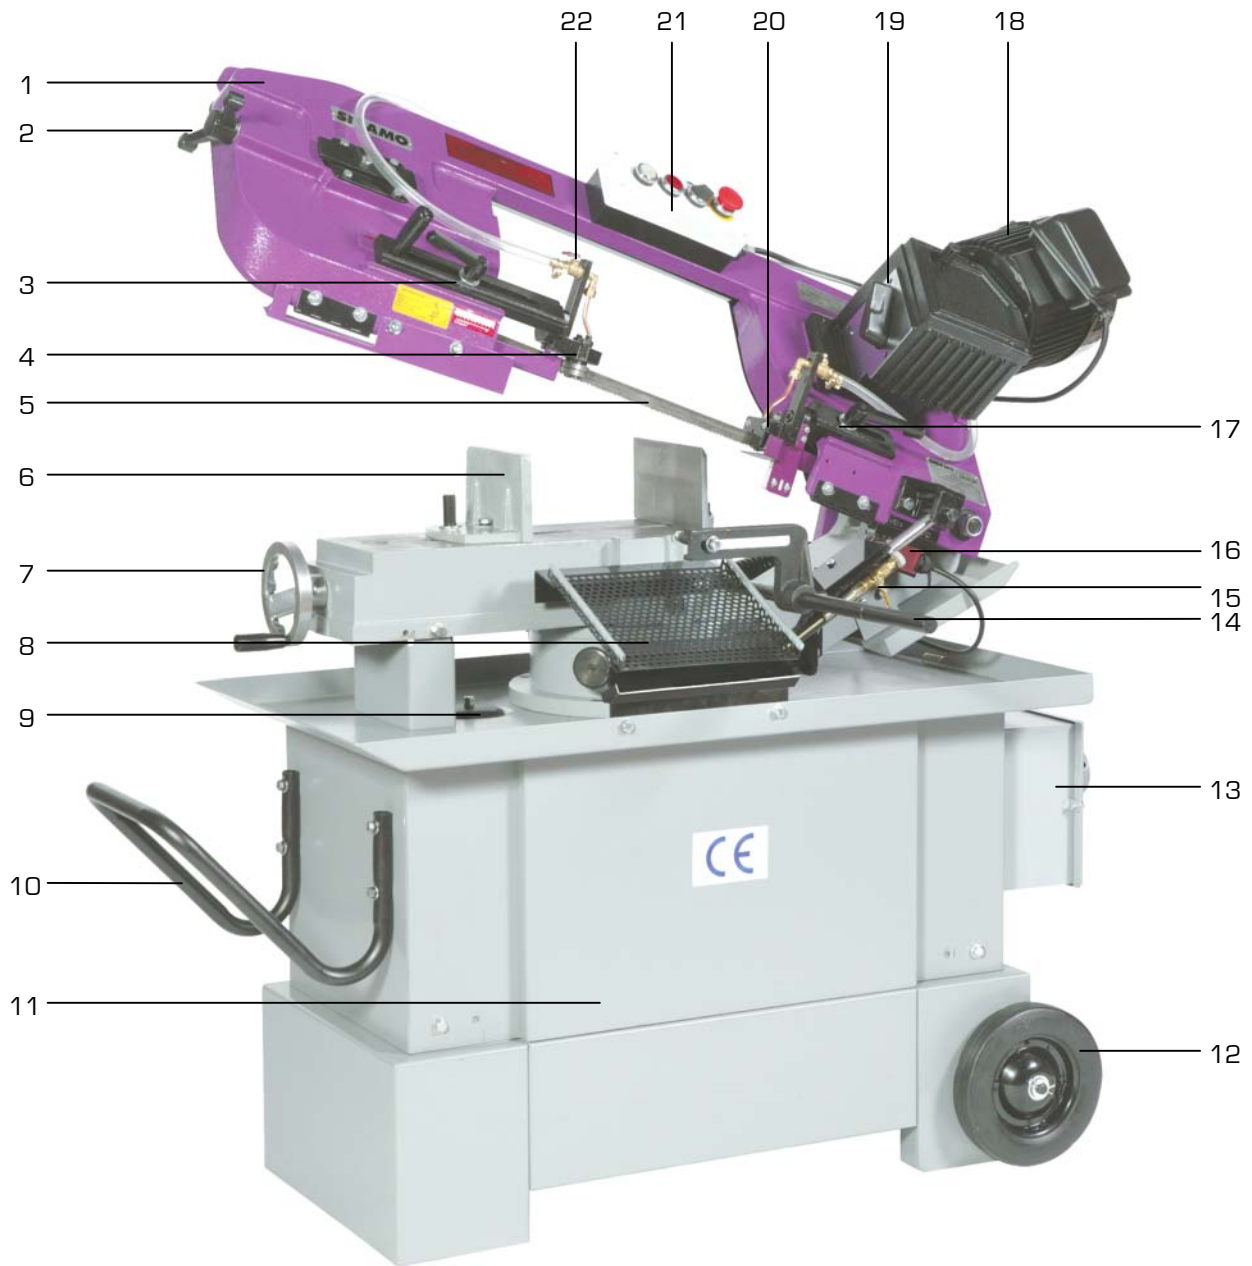

Figure 1
1. Soulever l'avant de la scie à l'aide de la poignée (10 fig.1) pour que les roues touchent le sol et faire rouler la scie jusqu'à l'emplacement prévu.
- Avec aussi un sectionneur général « ON/OFF » cadenassable 4 points situé sur l'armoire électrique (13 fig.1).
Afin d'obtenir le meilleur rendement et finition de coupe, il faut adapter la vitesse du ruban en fonction du type de métal et de profilé à couper. La boîte de vitesse à engrenages (19 fig.1) est équipée d'une poignée [E] :